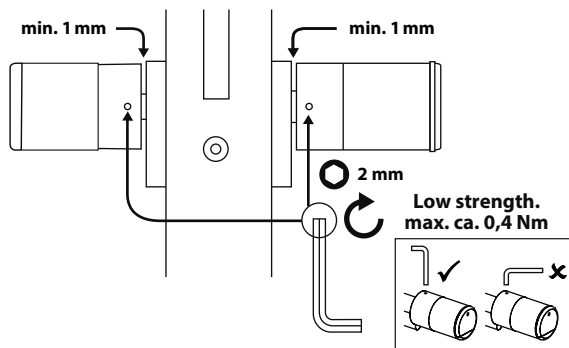

Abb. 144
- ⑦ Schrauben Sie die Madenschrauben wieder in die beiden Knäufe (Abb. 144).